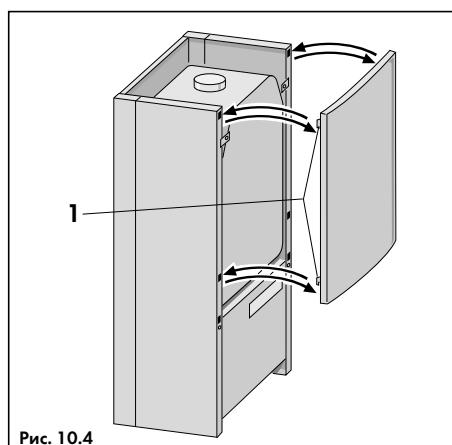

Рис. 10.4
- Верхнюю панель облицовкидвигать вверх, пока она не выскочит избоковых зажимов (1, рис. 10.4),после этого снять ее движением насебя;